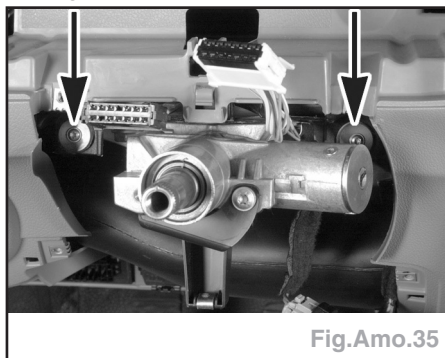

Fig.Amo.35
- Déclipser la prise de diagnostic (2).
- les vis sur la colonne de direction (Fig.Amo.35),